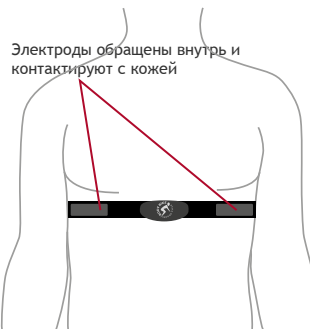

Рис. 33
1. Наденьте ваш передатчик пульса (см. рис. 33). Эластичная лента должна быть туго натянута, не причиняя при этом дискомфорт. Electrodes должны быть слегка увлажнены и расположены прямо под грудными мышцами.